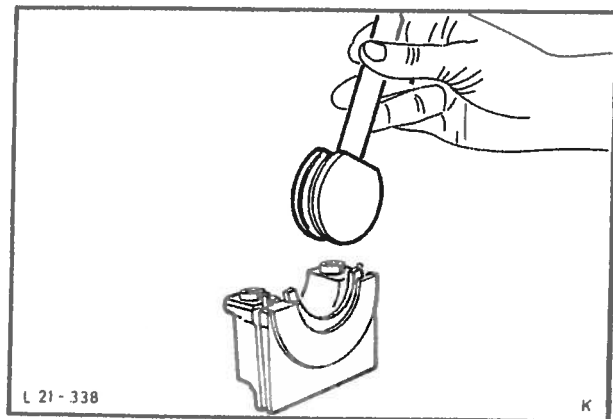

Fig. 58 Press inn veivakselens tetningstråd med spesialverktøy 21-085.
29. Sett veivakselens bakre tetningstråd inn i motorblokken og i bærelageroverfallet. Plasser den jevnt og press den på plass med spesialverktøy 21-085, fig. 58. Sørg for at tråden ligger riktig i setet og at den ikke er deformert. Kutt av eventuelt overskuddsmateriale slik at tetningstråden ligger absolutt jevnt med anleggsflaten. Ingen av fibre ne må stikke frem.